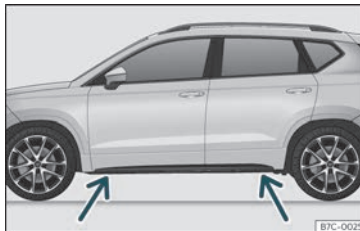

Fig. 34 Punts de suport del gat.
- Cerqueu al llarguer la marca del punt de recolzament del gat (zona enfonsada) més proper a la roda a canviar >>> fig. 34.